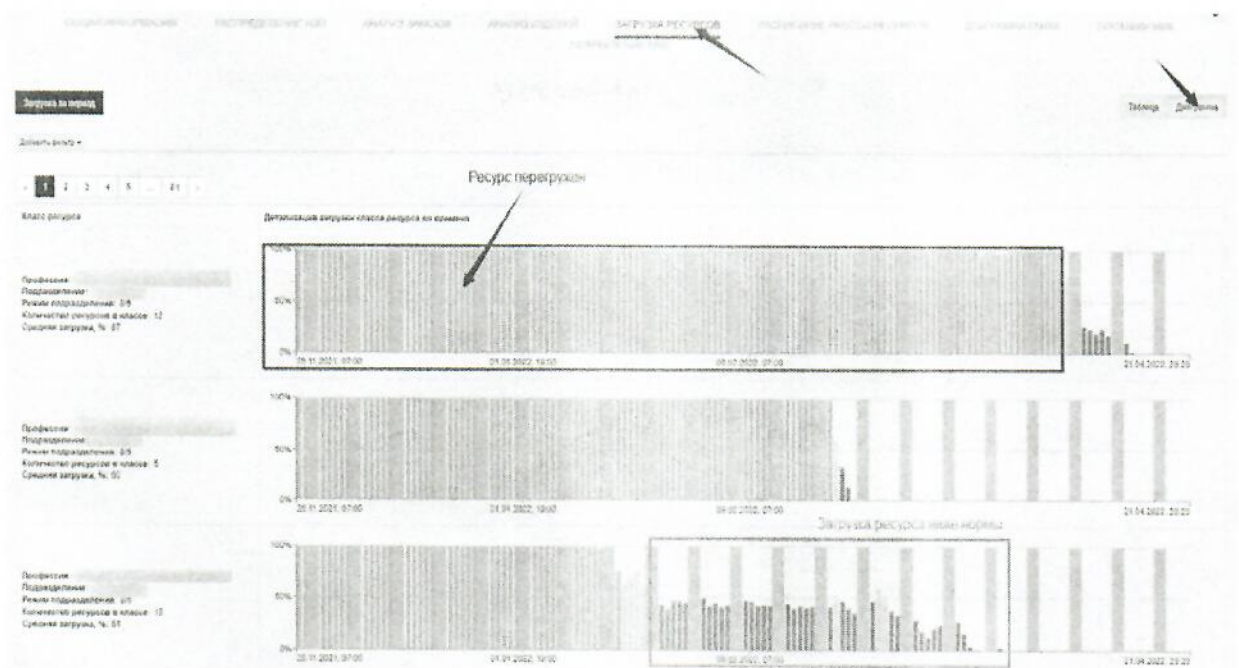

Рисунок 4.48
- в виде диаграммы (рисунок 4.48).